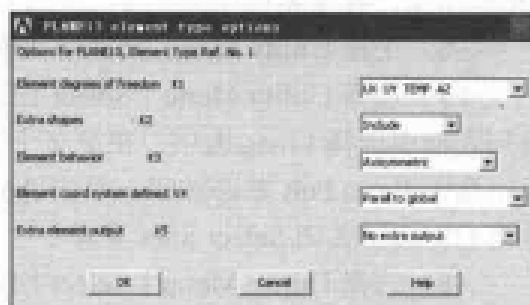

图 13-22 PLANE13 单元属性设置对话框
(2) 单击 Element Types 对话框上的 Options 按钮, 出现 PLANE13 element type options 对话框, 在 Element degrees of freedom K1 下拉列表框中选择 UX UY TEMP AZ 选项, 在 Element behavior K3 下拉列表框中选择 Axisymmetric 选项, 如图 13-22 所示, 单击 OK 按钮, 关闭该对话框。